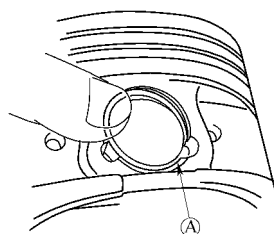

图 1-134 用手指把弹簧卡环推入
② 将弹簧卡环的 A 部插入槽内，并用手指把弹簧卡环推入，如图 1-134 所示。